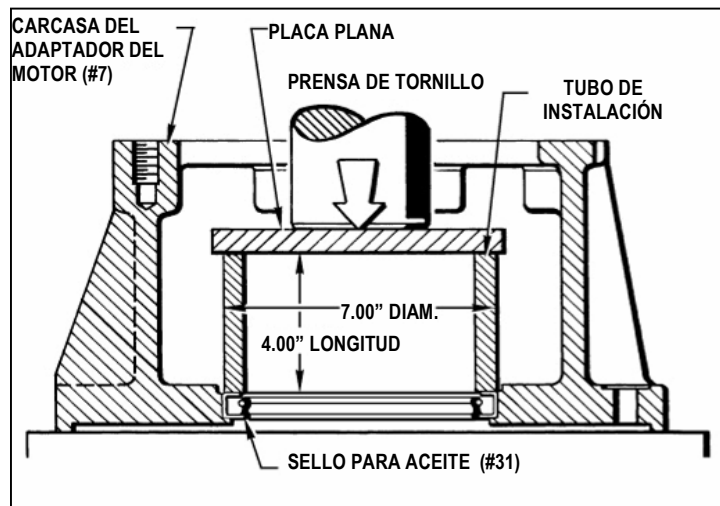

Figura 7.14 - Instalación del Sello para Aceite para MSB9 y MSB10
4. Presione el Sello para Aceite nuevo (# 31) en el agujero con una Prensa de Tornillo como se muestra en (Figura 7.14).